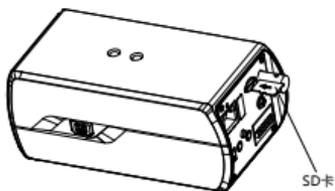

图2-18 SD 卡安装示意图
- 2. SD 卡安装：**本系列网络摄像机后面板具有 SD 卡插槽，沿图中方向将 SD 卡插入即可完成 SD 卡安装；如需卸下 SD，可轻轻向内按压 SD 卡，内部弹性装置即可将 SD 卡弹出，如图 2-18 所示。